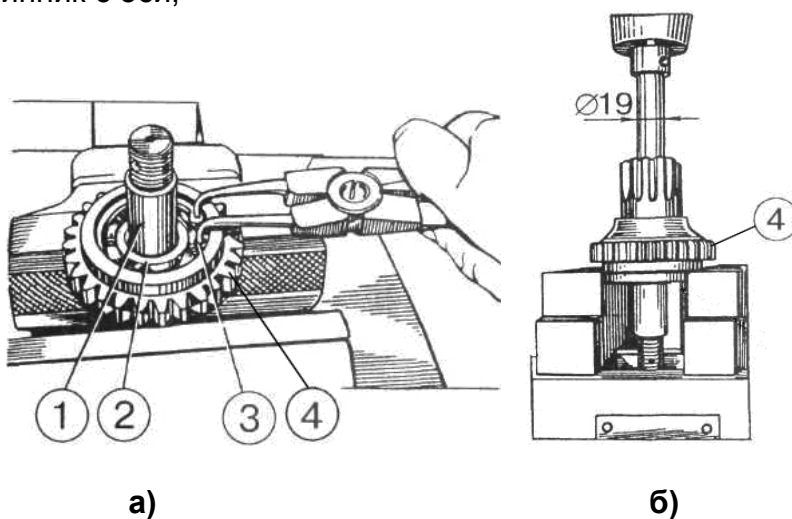

Рисунок 4.36
- г) снимите стопорное кольцо 3 (рисунок 4.36 а);
д) выпрессуйте ось 1 (рисунок 4.36 а) с подшипником 2 из шестерни 4 (рисунок 4.36 б);